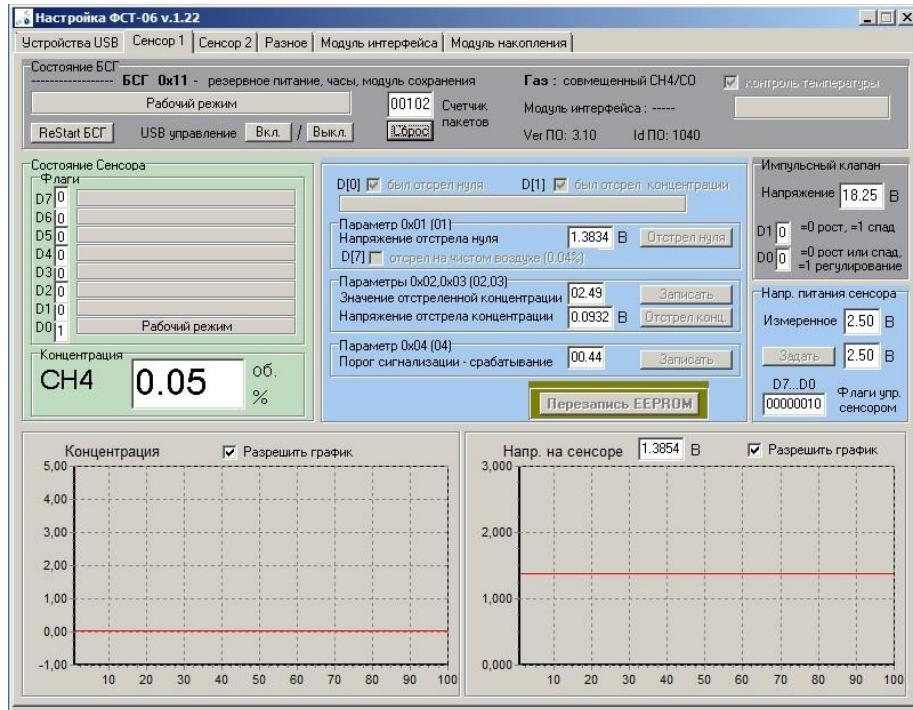

Рисунок. 8.2 Вид окна программы при подключении к БСГ
8.3. Если данное устройство БСГ FCT-06 в окне программы появляются другие закладки. Наибольшее число закладок при подключении БСГ FCT-06.1 CH4/CO: Сенсор 1 (CH4), Сенсор 2 (CO), Разное, Модуль интерфейсов, Модуль накопления. Вид окна программы для этого случая изображен на рис.8.2.
9.3. Предусмотрен следующий механизм идентификации встроенного ПО БСГ. Подключить БСГ к ПЭВМ под управлением ОС Windows и запустить программу ToolsFST06.exe. Номер версии ПО и цифровой идентификатор ПО отображается в любой из закладок программы, смотреть рис. 8.2 – 8.7.